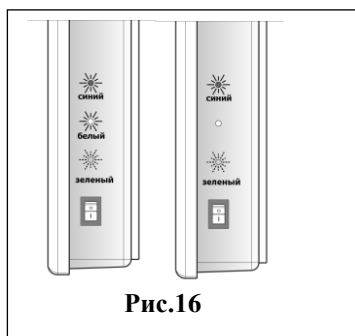

Рис.16
**Включение/выключение инверсии** осуществляется последовательным нажатием на клавишу 4. При этом свечение синего, белого и зеленого индикаторов (рис.16, слева) показывает, что инверсия включена, а свечение только синего и зеленого, что инверсия выключена (рис.16, справа).